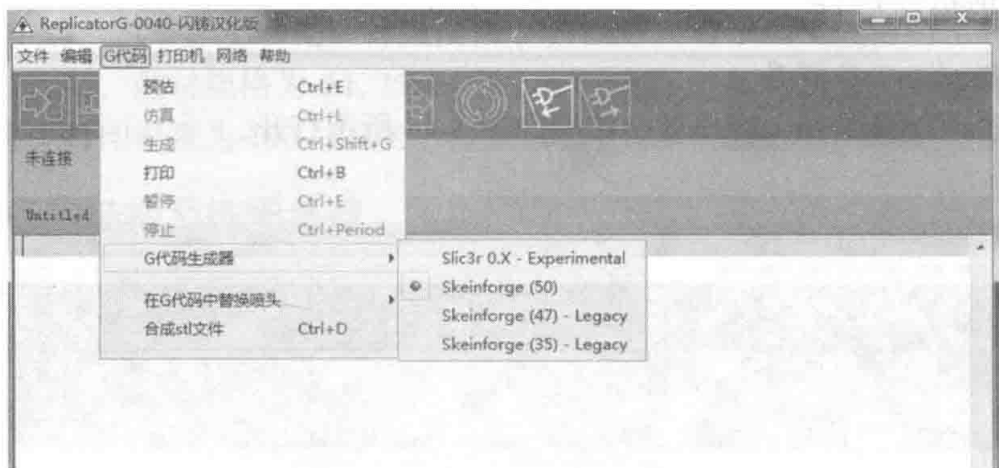

图 4-46 生成器选择
(2) 设置 G 代码生成器。
选择好合适的机型后，在顶部的导航栏上点击 G 代码，在 G 代码生成器下选择 Skeinforge (50)，如图 4-46 所示。